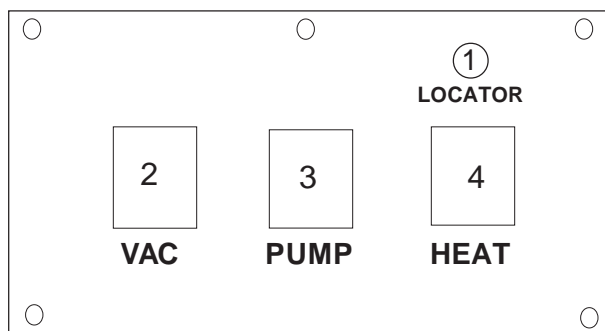

Figure 5
- C. Plug in cord #2. The "Locator" light will illuminate when the cords are plugged into separate circuits. Turn the "Heat" switch on; wait two minutes for the heat exchanger to reach operating temperature. You may now begin cleaning. It will take about 10 seconds for the initial heat to reach the wand. The "Mode" light will turn on when the heat exchanger is actively heating. (See Figures 5, 6 and 7)
- C. Enchufe el cable número 2. La luz indicadora "Locator (Detector)" se enciende cuando los cables son enchufados en circuitos diferentes. Vous pouvez à présent commencer à nettoyer. Environ 10 secondes seront nécessaires pour que la chaleur commence à atteindre la baguette. Le voyant « Mode » s'illuminera lorsque l'échangeur de chaleur chauffe activement. (Voir Figure 5, 6 & 7).